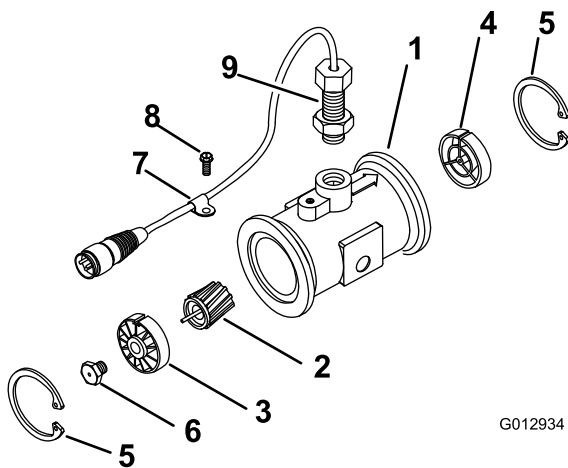

Figura 65
3. Scoateți inelul de fixare de la partea din amonte (Figura 65).